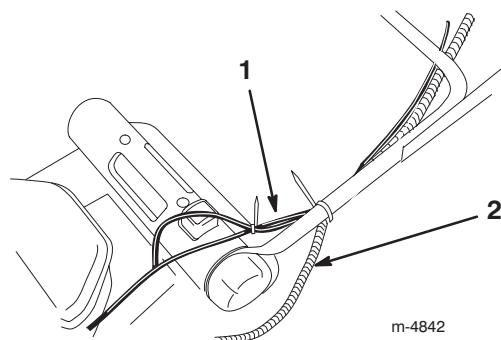

Figura 3
**Nota:** Asegúrese de que los cables y el manguito están colocados según la Figura 3.